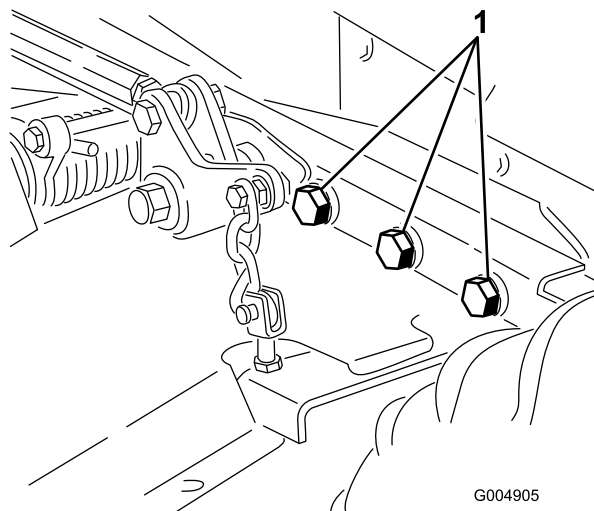

Figura 91
4. Compruebe que todos los herrajes están bien apretados; apriételos si es necesario. En particular, apriete los 6 pernos que fijan el bastidor de la plataforma de corte a la unidad de tracción (Figura 91) a 359 N-m (265 pies-libra).